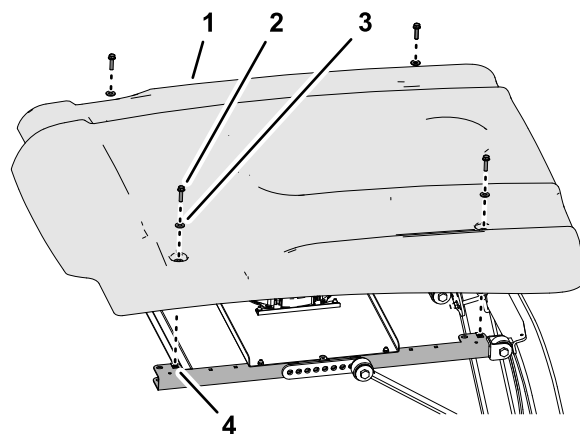

Figura 14
2. Instale el toldo en los perfiles del bastidor (Figura 14) con los 4 pernos con arandela prensada (5/16" x 1¼") y 4 arandelas (5/16") que retiró en 2 Retirada del toldo (página 2).